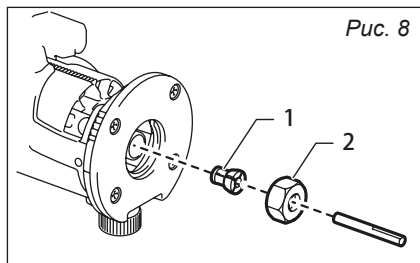

Рис. 8
• Подберите цангу под диаметр хвостовика — 6 мм или 8мм (рис. 8).